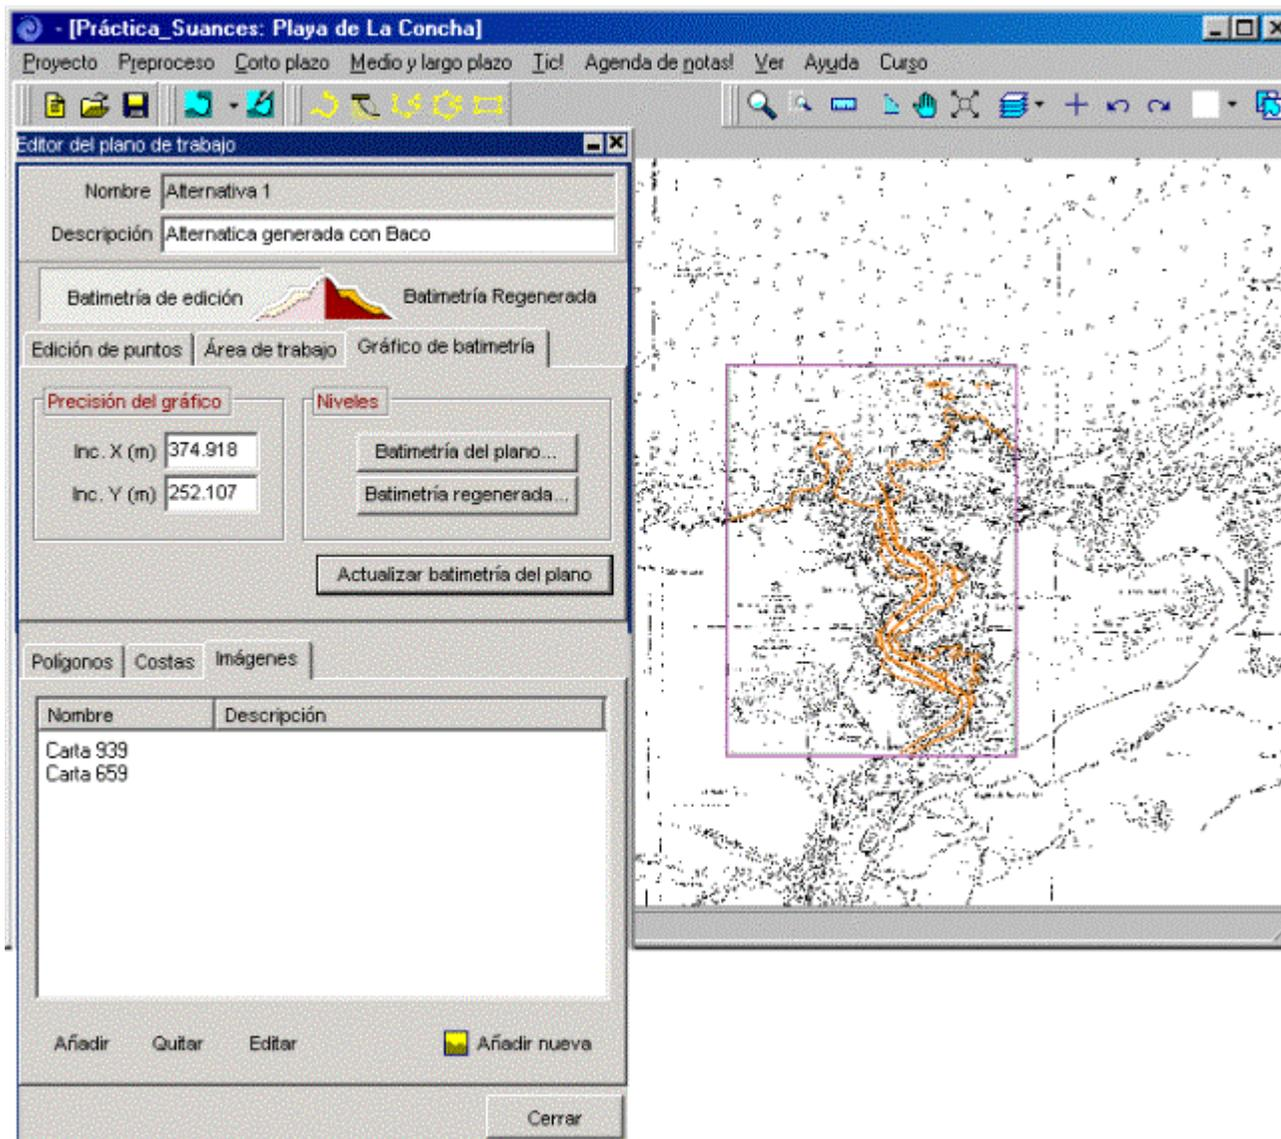

Figura 7.28
- Finalmente, ir, dentro del editor del plano de trabajo, a la pestaña de “Imágenes” (ver figura 7.28).